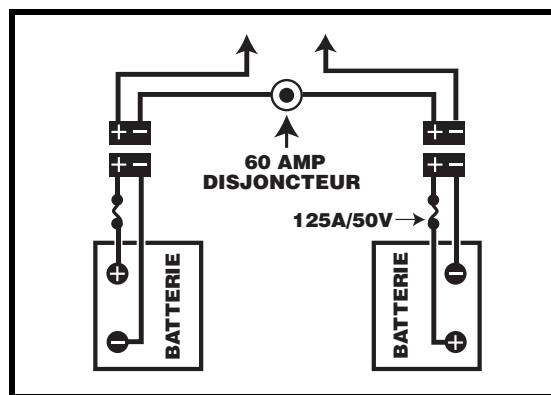

Figure 13. Orientation des fils des batteries
6. Placez une nouvelle batterie dans chaque puits en orientant les bornes du côté opposé au mât du siège. **Voir la figure 13.**